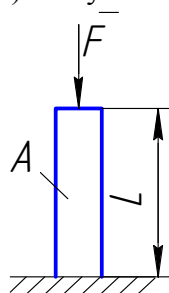

Рис. 5
32. При испытании на сжатие (рис. 5) получено значение предела упругости, которое зависит от... [множественный выбор]